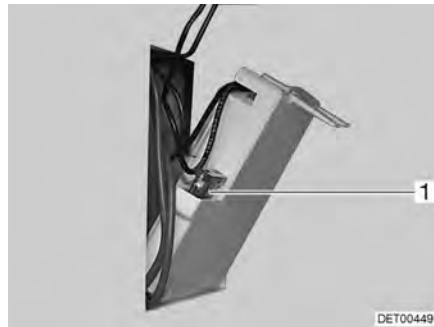

Fig. 106 Fusibile della toilette Thetford
- Sostituire il fusibile (Fig. 106,1).